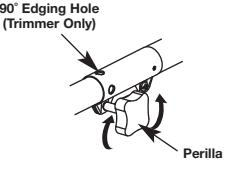

Fig. 4
1. Para aflojarlo, gire el botón en el sentido opuesto al de las manecillas del reloj (Fig. 4).
2. Apriete el botón girándolo hacia la derecha (Fig. 4).
4. Apriete el botón girándolo hacia la derecha (Fig. 4).